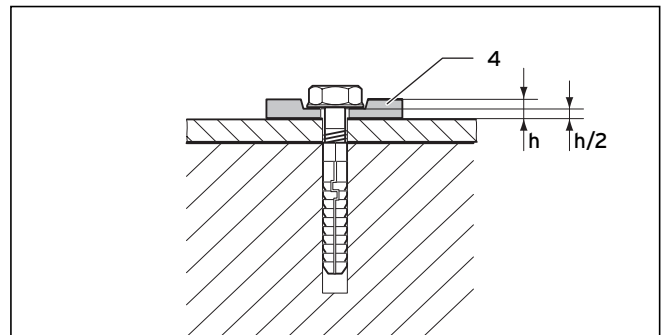

Abb. 5.27 Befestigung mit flexiblen Unterlegscheiben
Verwenden Sie unbedingt die 4 flexiblen Unterlegscheiben (4), um Materialdehnungen ausgleichen zu können. Verpressen Sie die Unterlegscheiben um 50 %, siehe Abb. 5.27.